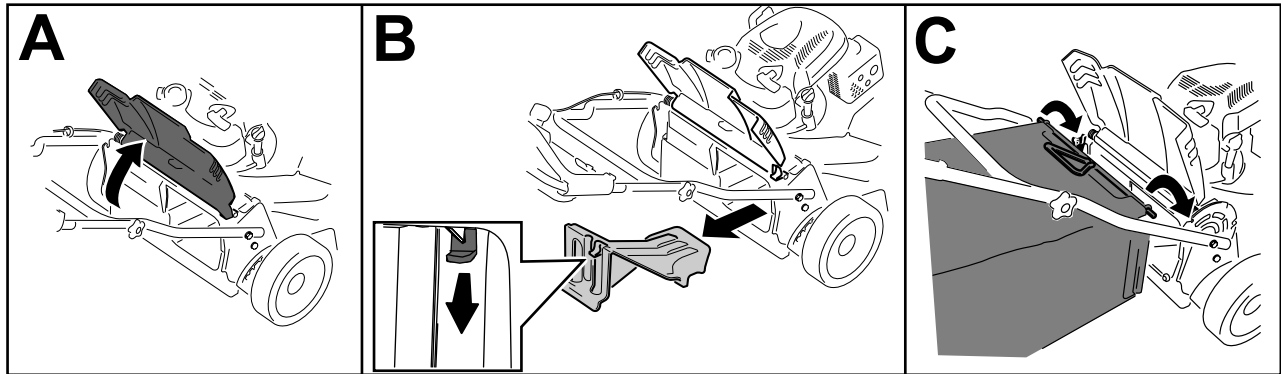

Bild 24
1. Heben Sie die Heckklappe an und halten Sie diese hoch (A in Bild 24).
2. Drücken Sie zum Entfernen der Heckauswurfklappe den Riegel mit dem Daumen nach unten und ziehen die Klappe aus der Maschine (B in Bild 24).
3. Setzen Sie die Fangkorbstange in die Kerben an der Unterseite des Holms ein und bewegen den Fangkorb nach vorne und hinten, um sicherzustellen, dass die Stange richtig in den Kerben sitzt (C in Bild 24).